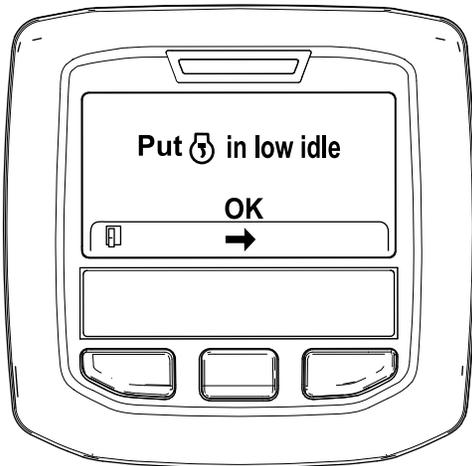

Figura 37
6. Mova o controlo da aceleração para RALENTI BAIXO e prima o botão central (Figura 37).